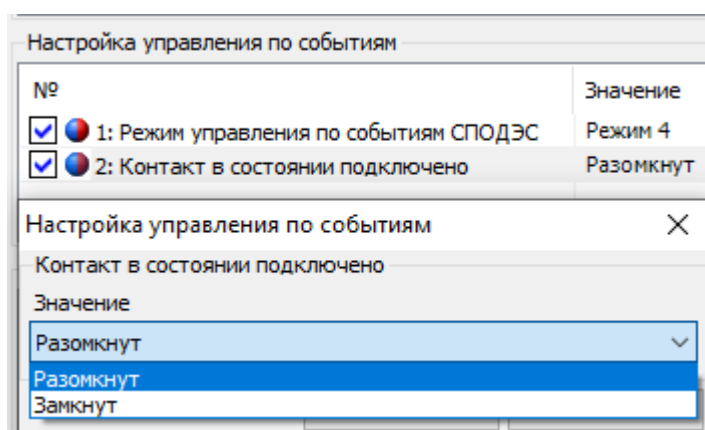

Рисунок 59 – Настройка состояния контактов реле.
6.8.6 «Контакт реле в состоянии подключено» назначается в ПО AdminTools в разделе «Конфигурация → Реле и телеметрия → Реле сигнализации» (см. Рисунок 59).
Т.е. при значении контакта реле в состоянии «подключено» – «разомкнут» (см.Рисунок 59) и выполнении действий по управлению реле («Команды → Реле и телеметрия → Прямое управление реле → Прямое управление реле